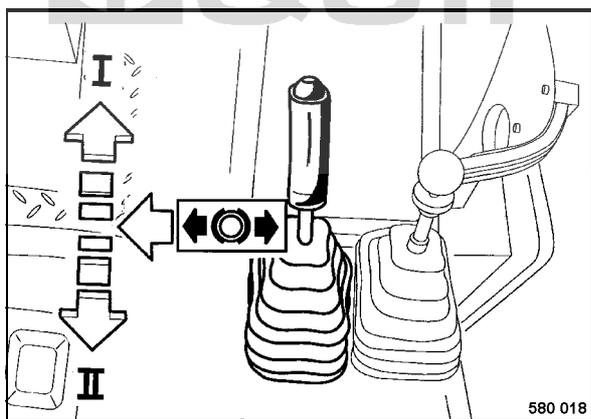

fig. 37
- Ramener le levier de commande de marche (fig. 37) de la position de freinage vers la gau-